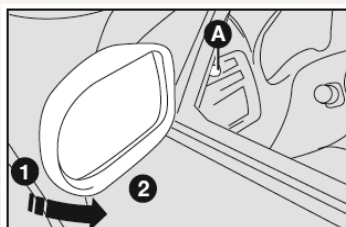

fig. 16
Con regulación interna manual - fig. 16
-  Si el espejo ocasiona dificultades al pasar por un lugar estrecho, cambiar la posición 1- fig. 16 o 17 para la posición 2.